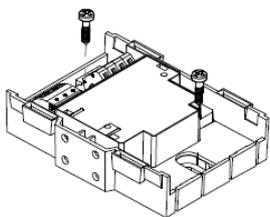

Fig. 2
- Instalação diretamente em um armário de chaveamento ou uma unidade de controle: montar o módulo sobre uma superfície nivelada e plana (Fig.2).
- Módulo da posição sobre uma superfície uniforme (Fig. 2).